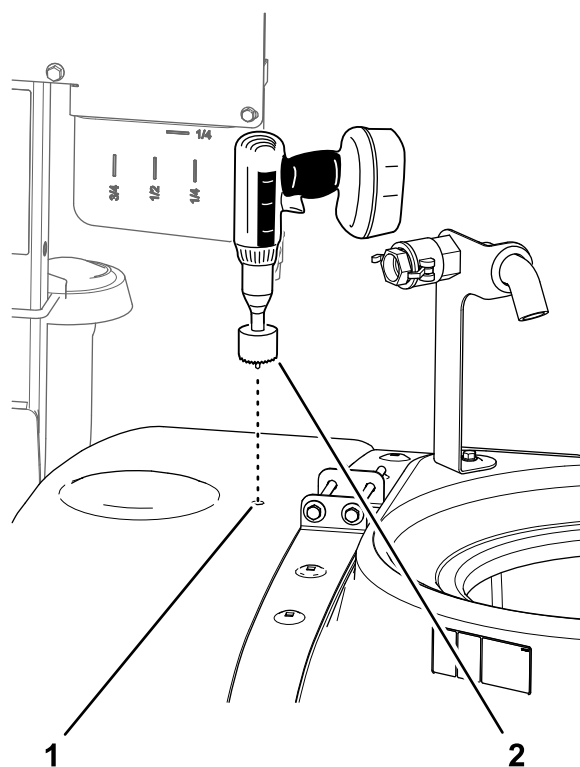

Figure 19
7. Répétez les opérations 4 à 6 au repère de perçage avant (Figure 19).